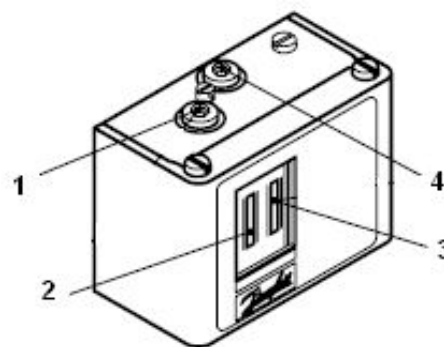

Рис.4
- вращением винта (1) рис.4 по шкале настройки 2 установить величину давления  $H_{рд}$  в бар.
- вращением винта (4) рис.4 по шкале настройки 3 установить величину дифференциала 0,05 бар.